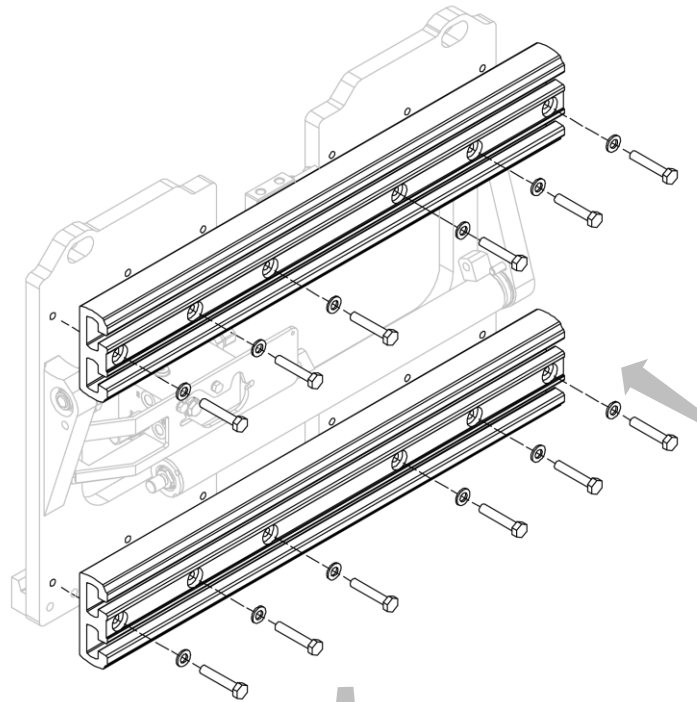

Abbildung 11
2. Schrauben Sie die Aluminiumprofile, eines nach dem anderen an (siehe *Abbildung 11* und *Abbildung 12*).